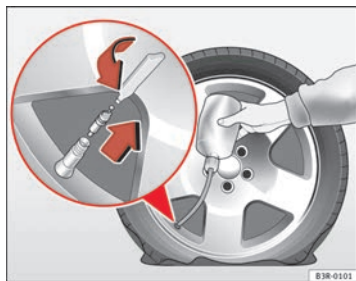

Abb. 199 Reparatur durchführen
- Die Reifenventilkappe abnehmen und den Ventileinsatz mit dem beiliegenden Werkzeug heraus-schrauben ⇒ Abb. 199.